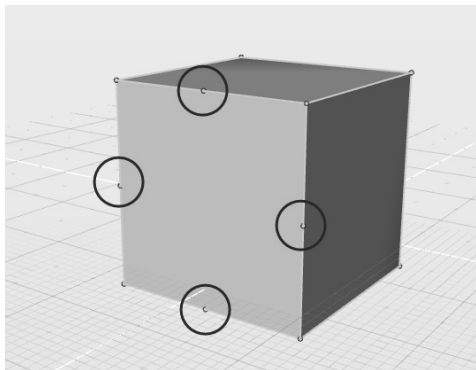

图 6-60 分割 4 条边线
- 2) 使用“分割边线”工具在图 6-60 所示的 4 个中点位置进行分割, 按空格键确认。